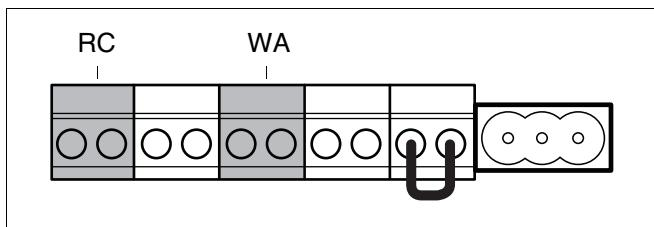

Рис. 27 Клеммник – подключение блока управления помещения и бесспотенциального контакта запроса тепла
- Подключение более одной комнатной панели управления непосредственно к отопительному котлу невозможно (рис. 27).